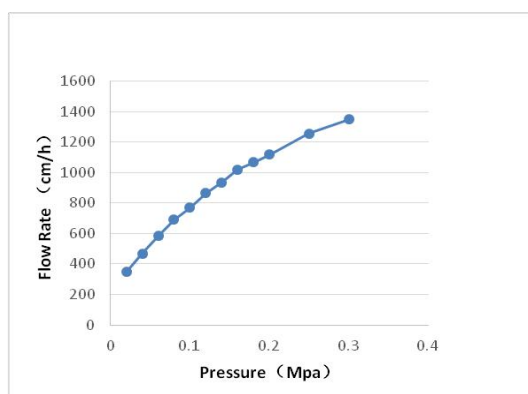

图 1. 介质压力流速曲线 (装柱直径 50mm, 柱高 150mm)
离子交换介质广泛用于生物制药和生物工程下游蛋白质、核酸及多肽的分离纯化。Smac Q 由表面接枝了葡聚糖的高刚性琼脂糖基质和强季铵 (Q) 阴离子组成, 具有高流速状态下仍具有高的动态结合能力的优点, 可以很好的提高工业下游工艺的生产效率。压力/流速曲线见图 1。